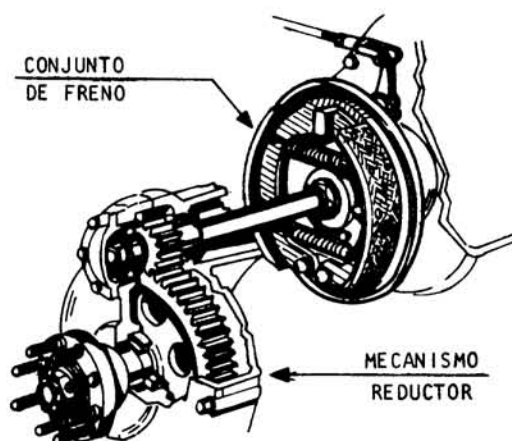

Fig. 3
- e Saque el mecanismo reductor si es necesario (fig. 3).